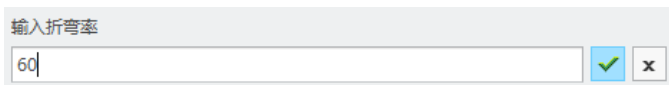

图 1-216 输入折弯率
(11) “输入折弯率”的值为“60”，如图 1-216 所示，单击 （接受）按钮。